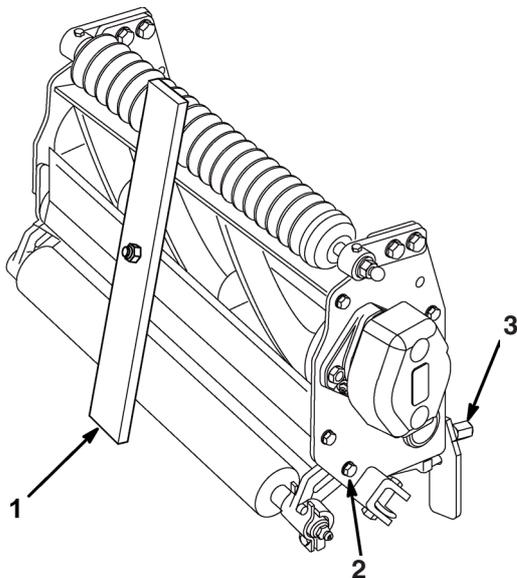

Bild 5
2. Das Schnittwerk wenden (90°) und auf die hintere Walze sowie die oberen Laschen hinten abstellen. Die Sicherungsmuttern an den Sechskantschrauben lockern, mit denen die Walzenprofile hinten abgesichert sind (Fig. 5).
3. Mit Hilfe einer Meßlehre (Bestell-Nr. 13-8199) den Kopf der Schraube auf die gewünschte Schnitthöhe einstellen (Fig. 5). Dieses Maß wird von der Oberfläche der Lehre bis zur Unterseite des Schraubenkopfes genommen.